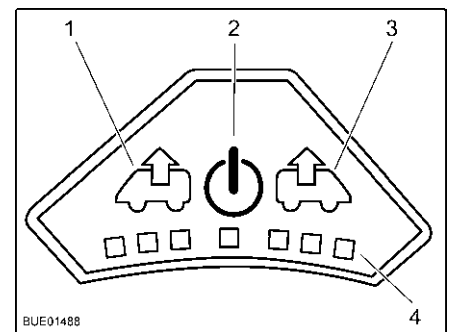

Bild 95 Fläktröglage
Slå på: ■ Tryck på på/av-knappen (Bild 95,2). Fläkten går i komfortläge (vädring med lägsta fläkthastighet).
- För att höja fläktvarvtalet: Tryck på vädringsknappen (Bild 95,1). Fläktvarvtalet i vädringsriktningen ökar en nivå. Lampor (Bild 95,4) visar de olika nivåerna.
- För att minska fläktvarvtalet: Tryck på ventilationsknappen (Bild 95,3). Fläktvarvtalet minskar en nivå.
- För att höja fläktvarvtalet: Tryck på ventilationsknappen (Bild 95,3). Fläktvarvtalet i ventilationsriktningen ökar en nivå. Lampor (Bild 95,4) visar de olika nivåerna.
- För att minska fläktvarvtalet: Tryck på vädringsknappen (Bild 95,1). Fläktvarvtalet minskar en nivå.
- Tryck på på/av-knappen (Bild 95,2). Fläkten stannar och lamporna släcks.